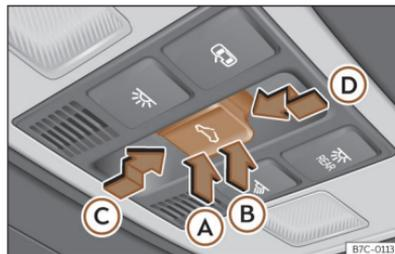

Fig. 61 En el revestimiento interior del techo: tecla del techo de cristal.
La tecla $\Leftarrow \gg$ **fig. 61** tiene dos niveles. En el primer nivel se puede situar el techo en la posición deflectora, abrir o cerrar total o parcialmente.
- Antes de que transcurran aprox. 5 segundos desde la activación de la función antiaprisionamiento, presione la tecla ◀>>> fig. 61 hasta el segundo nivel en el sentido de la flecha Ⓢ hasta que el techo se cierre completamente.